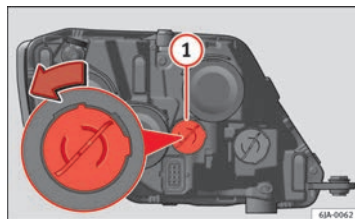

Abb. 158 Glühlampe für Tagfahrlicht austauschen
- Drehen Sie den Lampenträger ⇒ Abb. 158 ① gegen den Uhrzeigersinn und nehmen Sie ihn ab.